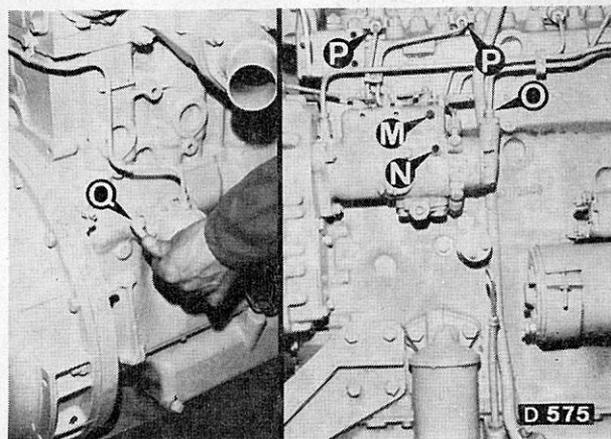

Fig. 168
Dévisser la vis de purge M au-dessus du couvercle de régulateur, Fig. 168.
Dévisser la vis de purge N sur le côté de la pompe d'injection, Fig. 168.
Actionner à la main le levier d'amorçage de la pompe de circulation Q, Fig. 168, jusqu'à ce que le carburant s'écoule parfaitement exempt de bulles d'air.
1. La vis N, Fig. 168.
2. La vis M, sur le régulateur, Fig. 168.
Dévisser l'écrou de raccordement sur l'entrée de la pompe O, Fig. 168.
Desserrer les raccords-unions P, Fig. 168, aux extrémités des injecteurs sur deux des tuyaux haute pression à carburant.